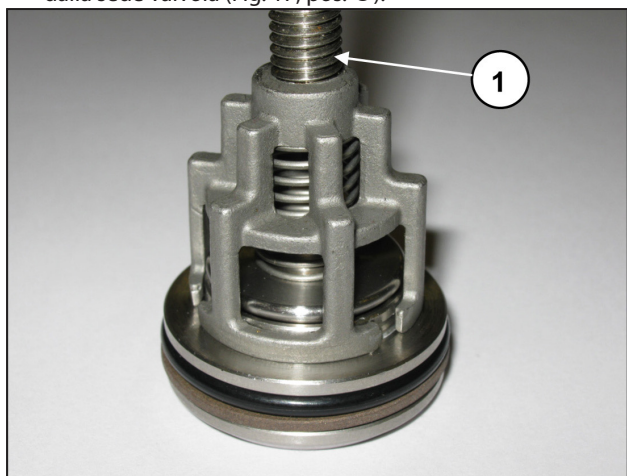

Fig. 17
- Smontare i gruppi valvola di aspirazione e mandata avvitando una vite M10 sufficientemente lunga in modo di poter agire sul piattello valvole ed estrarre il guida valvola dalla sede valvola (Fig. 17, pos. ①).